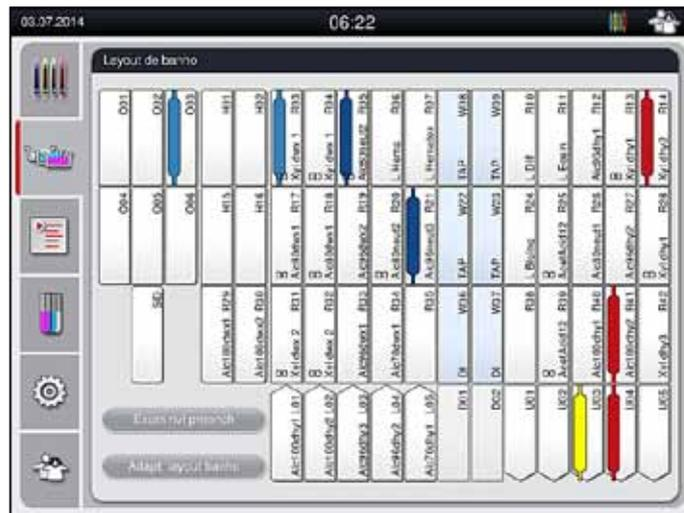

Fig. 83
8. A cor da alça detectada e a abreviação do programa atribuído são exibidos no layout de banho na respectiva estação (→ "Fig. 83").
- Layout de banho com detalhes da estação (→ "Fig. 83").